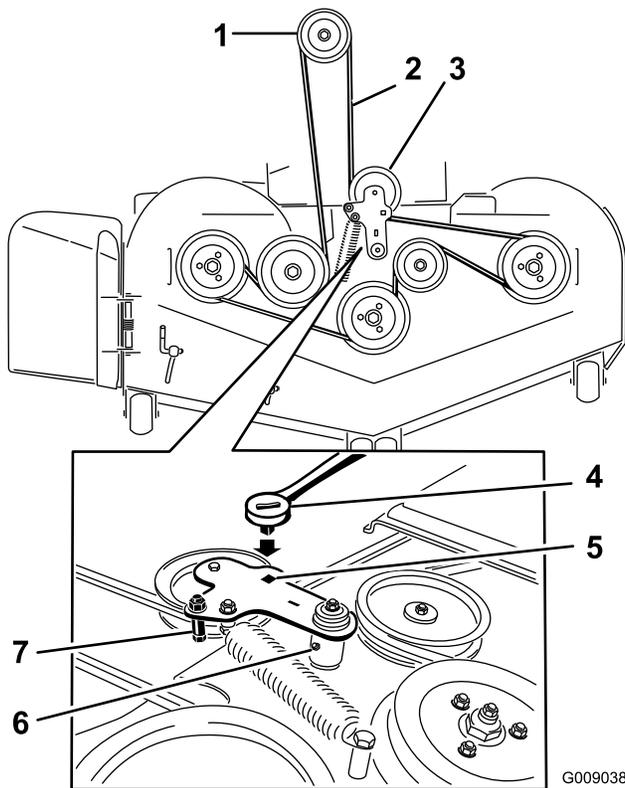

Figura 92
3. Utilice una llave de carraca en el taladro cuadrado del brazo tensor para aliviar la tensión del muelle tensor (Figura 92).
5. Instale la guía de la correa en el brazo tensor tensado con muelle (Figura 92).
7. Pase la correa nueva alrededor de las poleas del cortacésped y de la polea del embrague, debajo del motor (Figura 92).
10. Instale la guía de la correa en el brazo tensor (Figura 92).
11. Utilizando la llave de carraca en el taladro cuadrado, instale el muelle tensor (Figura 92).